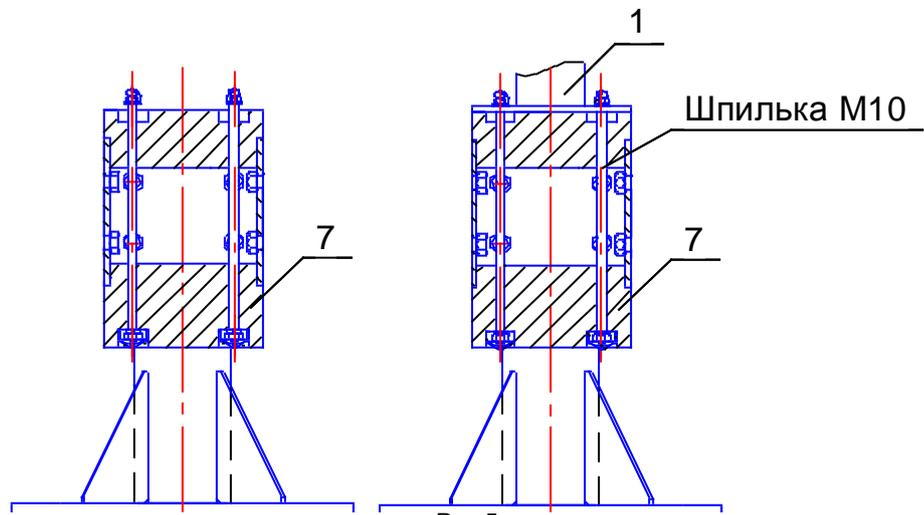

Рис.5
11.3.3 Снять с узла вращения (поз.7) 4 шпильки М10 установить на узел вращения стойку (поз.1) при помощи крепежа в обратной последовательности согласно рис.5